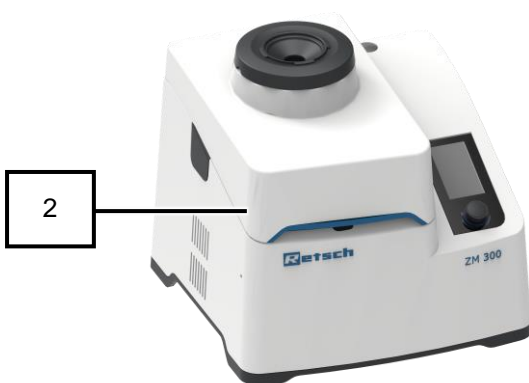

图15：设备护罩已关闭的设备
- 将会通过锁闭柱塞(8)自动锁定设备护罩(2)，内腔(10)已关闭(图15)。